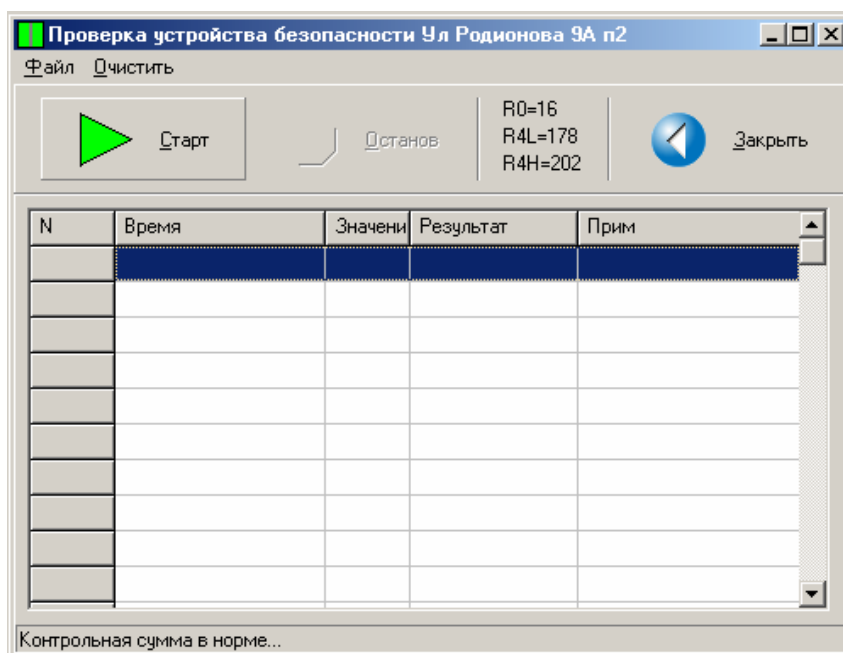

Рисунок 21 – Начало проверки устройства безопасности
4. Откроется окно «Проверка УБ» (см. рисунок 21).